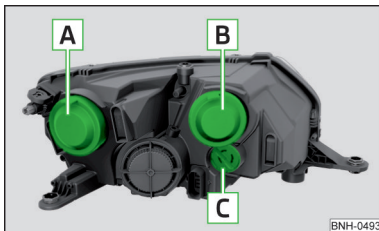

Fig. 180
Disponerea becurilor cu incandescență » fig. 180
- Scoateți capacul de protecție **A** » fig. 180 la pagina 179.
- Așezați capacul de protecție **A** » fig. 180 la pagina 179.
- > Scoateți capacul de protecție **B** » fig. 180 la pagina 179.
- > Așezați capacul de protecție **B** » fig. 180 la pagina 179.